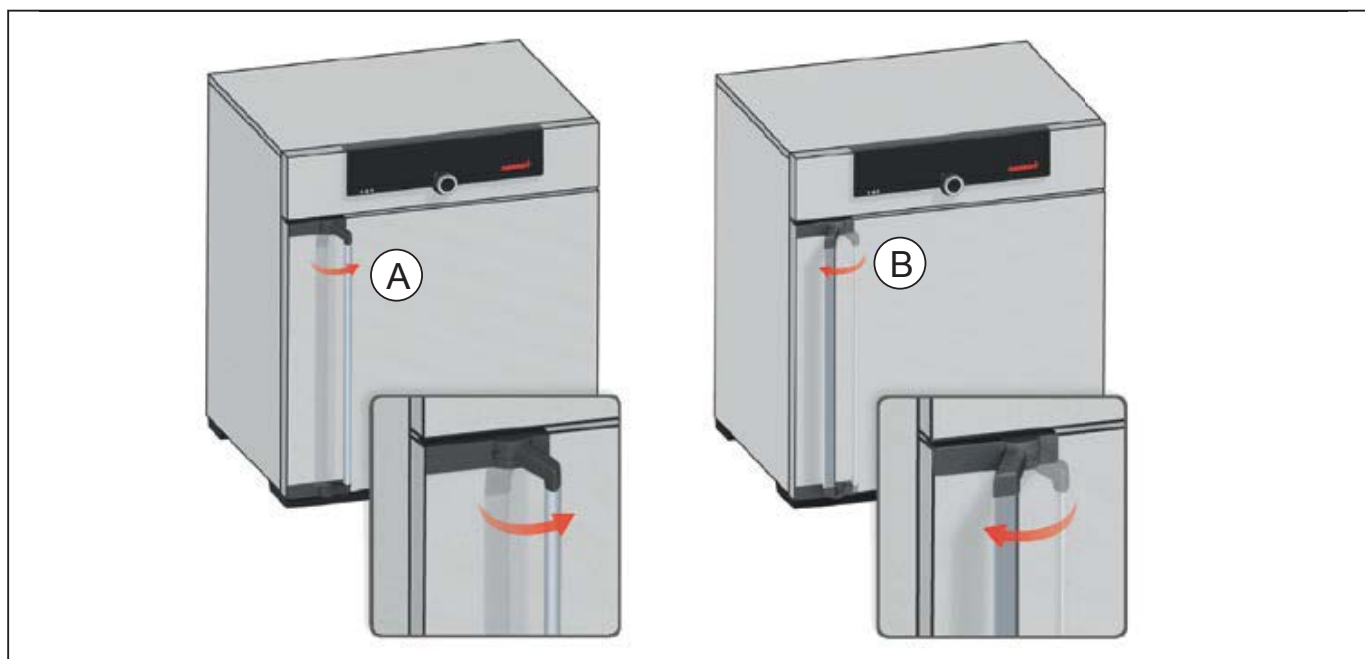

Рис. 13 Открытие и закрытие дверцы
- ▶ Для открытия дверцы потяните ее за ручку в сторону (в зависимости от варианта навешивания дверцы — влево или вправо, Рис. 13, А) и полностью распахните дверцу.